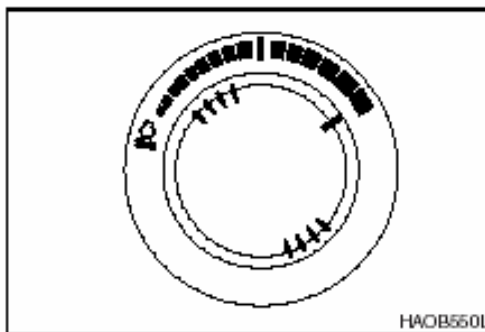

Figura 21
5. Aumente al máximo la velocidad del motor (Figura 21).